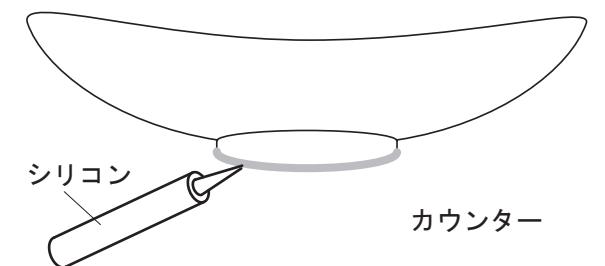

図5
- 5) ①ボウル本体のカウンター接地部をシリコンにてコーキングします。(図5参照)